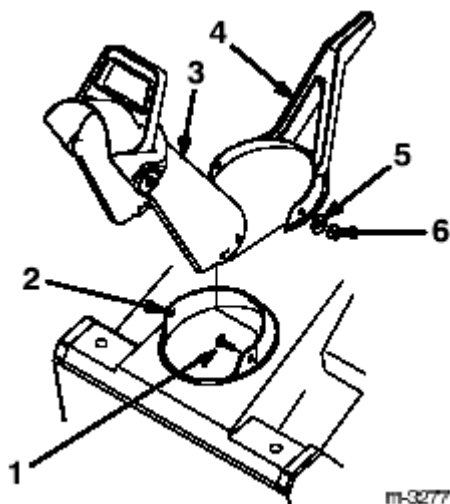

图7
- 1、安装排雪道手柄于排雪道环上。（图7）
- 2、在排雪道手柄和排雪道环之间插入排雪道。（图7）